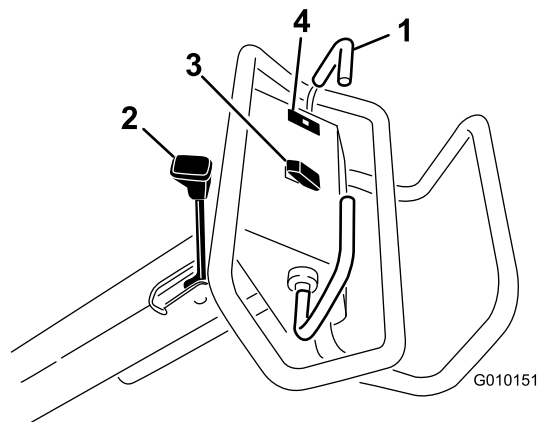

图12
要向前移动请向前推牵引杆。要向后移动请向后推牵引杆图12。
要设定手刹请向发动机的方向拉动手刹杆。要松开手刹请向前推动手刹杆图12。
发动机内的油压低于安全水平时油压警告灯图12闪烁。如果出现低油压情况应关闭发动机并确定原因。再次启动发动机之前务必先修理好任何损坏的地方。
**升**——按开关的顶部图12可升起并分离打孔头。发动机必须运行才能产生提升压力。如果打孔头低于运输高度请参阅 重设系统控制电路 \(页码 22\)。
**降/接合**——按开关的底部图12可降下并接合打孔头。要使用开关牵引杆必须处于向前的位置。